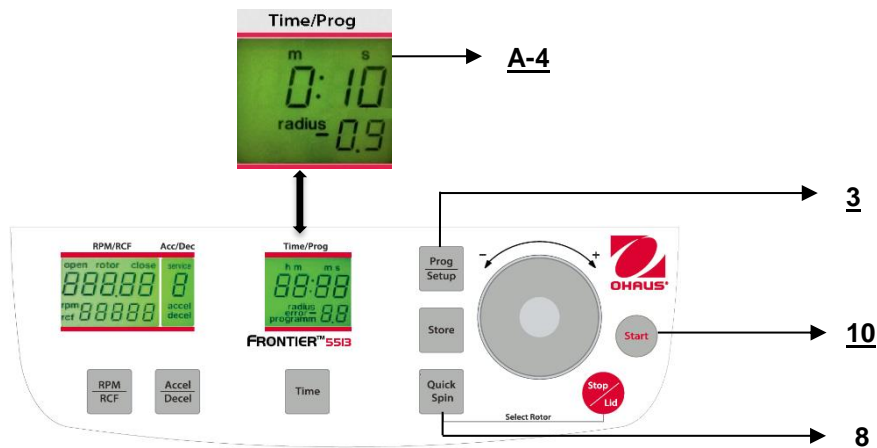

Figura. 24
E' possibile avviare la centrifuga con il tasto **"Start"** (10) (rif. figura 24) oppure con il tasto **"Quick Spin"** (8).